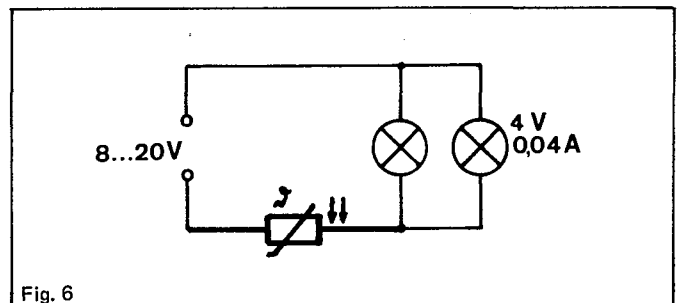

Fig. 6
4.6 PTC-Widerstandssonde (Kaltleiter) als Überlastungsschutz (Fig. 6).